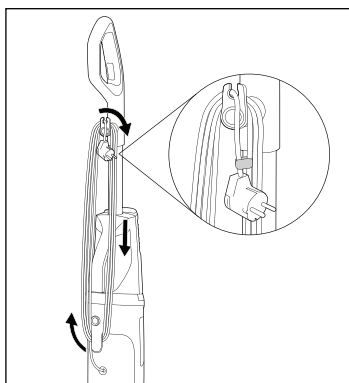

Fig. 3
- ♦ Enrole totalmente o cabo de alimentação **17** à volta dos suportes de cabo, superior e inferior **16/20** (ver fig. 3).